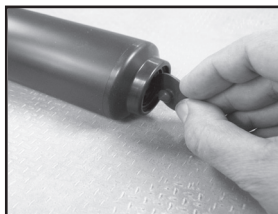

Figure 4
4. Inspecter le clapet antiretour au fond du tube. L'enlever et le remplacer s'il est usé ou endommagé, en l'insérant dans l'orifice au fond du tube (**Figure 4**).